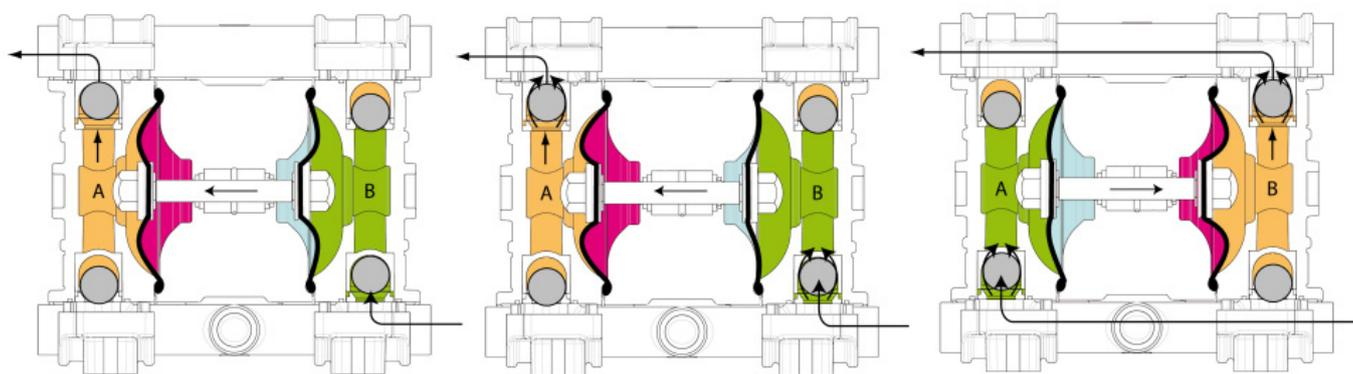

fig. 1
Nello specifico: la sovra pressione che si crea nella camera (A) (fig.1) chiude la valvola di aspirazione ed apre quella di mandata, così che il fluido viene inviato alla condotta di mandata. La valvola si apre non appena la pressione cui è sottoposta supera quella esistente nella tubazione di mandata. Simultaneamente nella camera (B), la diminuzione di pressione provoca l'apertura della valvola di aspirazione e la chiusura della valvola di mandata.